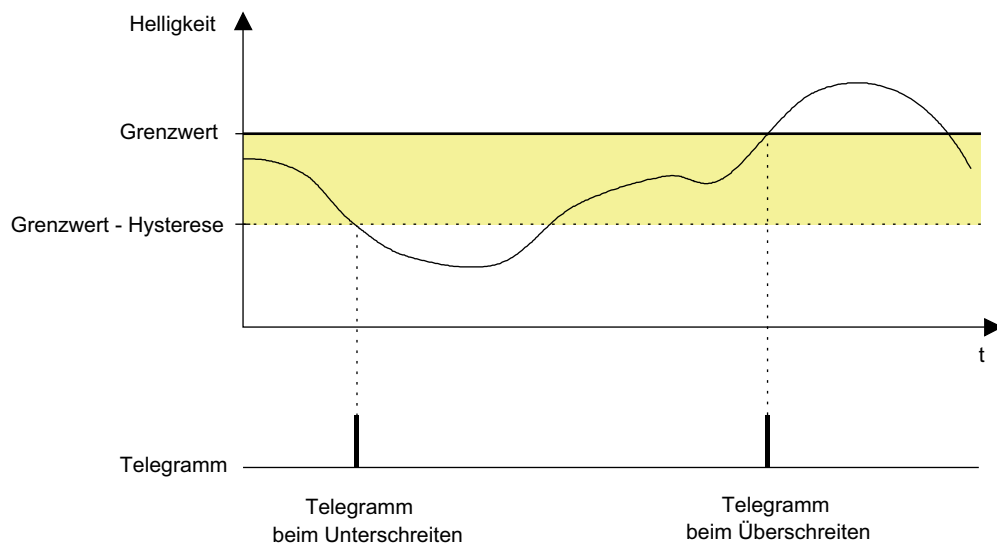

Bild 51: Beispiel 1 zur Grenzwertdefinition
1. Helligkeitsgrenzwert = Obere Schwelle (Bild 51)